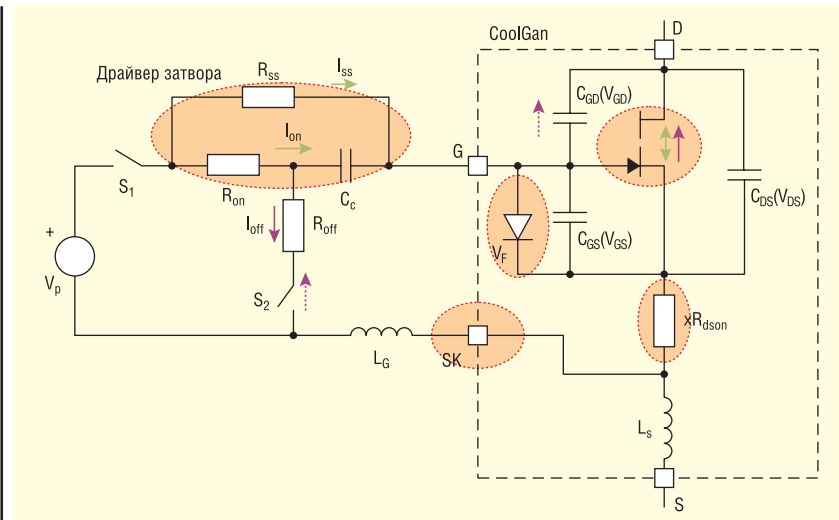

Рис. 3. Еквівалентна схема керування затвором CoolGaN HEMT
- необхідна гальванічна розв'язка між входом і виходом або захист від імпульсів перенапруги, викликаних паразитною індуктивністю (рис. 3).
Для керування ключами сімейства CoolGaN GIT HEMT можна використовувати стандартні, раніше випущені компанією драйвери затворів із додаванням на виході зовнішнього кола, що складається з резисторів R_{SS} , R_{ON} , R_{OFF} і конденсатора C_C (рис. 3). Як ключі керування S_1 і S_2 використовуються внутрішні ключі драйвера.